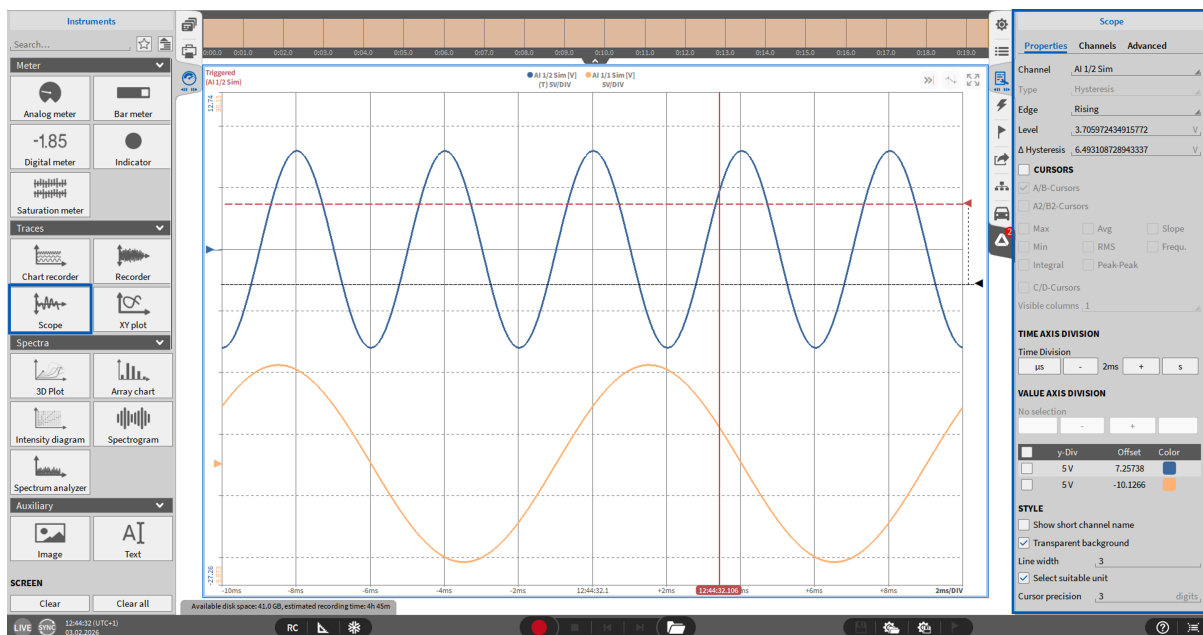
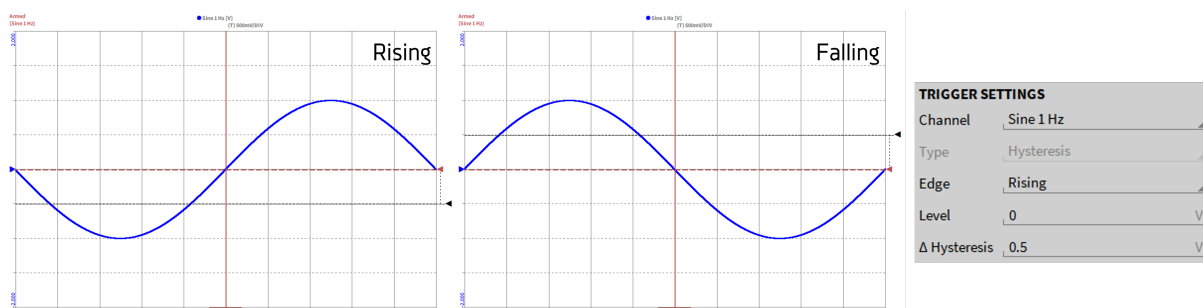

Abb. 8.38: Oszilloskop - Übersicht
Abb. 8.39: Trigger auf die *steigende* (links) oder *fallende* (rechts) Flanke
- Es kann weiters eingestellt werden, ob auf die steigende oder fallende *Flanke* getriggert werden soll. Der Unterschied zwischen den zwei Modi ist in Abbildung Abb. 8.39 für eine 1 Hz Sinuskurve mit einer Amplitude von 1 gezeigt.
- Der Schwellwert des Triggers kann hier eingestellt werden oder mit dem Level Cursor (siehe Abb. 8.38) jedoch muss der Schwellwert innerhalb des Signalbereichs liegen. Abb. 8.39 zeigt eine 1 Hz Sinuskurve mit einer Amplitude von ± 1 , welche auf eine steigende Flanke (links) und eine fallende Flanke (rechts) getriggert wird mit einem Schwellwert von 0 und einer Hysterese von 0.5.
- In der Δ Hysteresis Auswahl kann ein Level definiert werden, welches überschritten werden muss, bevor ein neuer Trigger ausgelöst wird. Dies kann unerwünschte Triggerereignisse durch Rauschen verhindern. Das Δ Hysteresis-Level kann auch mit dem Hysteresis Cursor definiert werden (siehe Abb. 8.38).
- Offset Cursors (siehe Abb. 8.38) können verwendet werden um die angezeigten Signale vertikal zu verschieben. Diese Funktion beeinträchtigt nicht die Phasengenauigkeit.